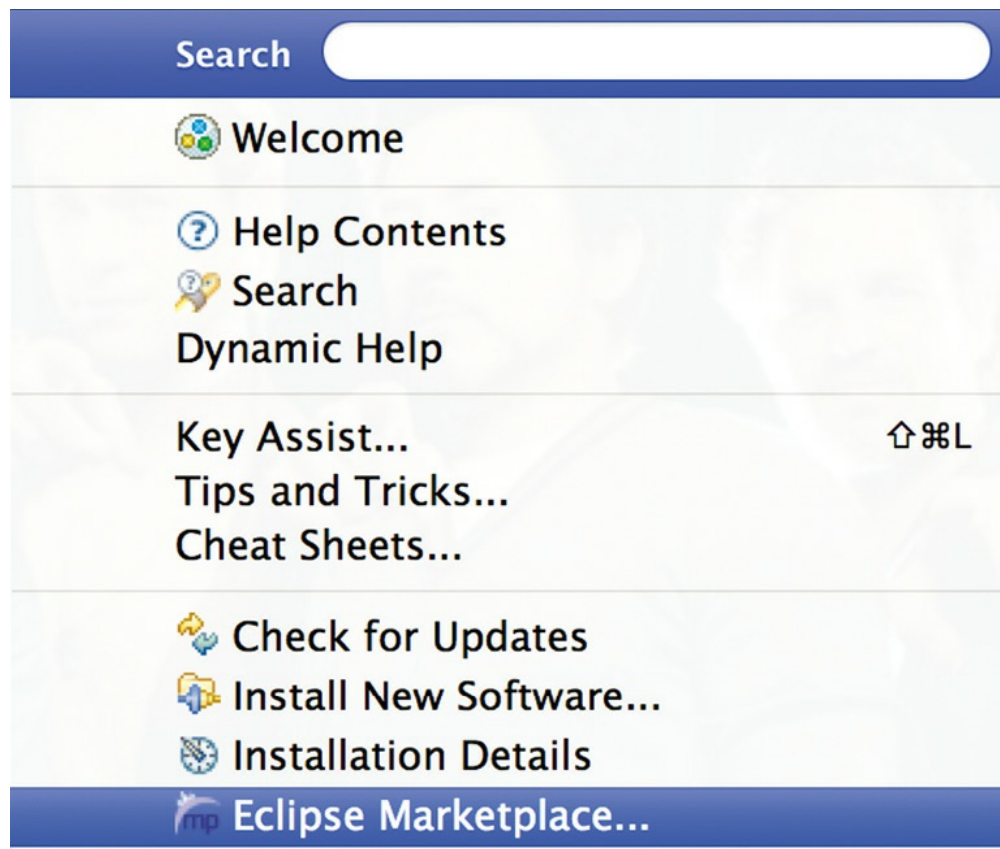

图12.1 你可以在Eclipse Marketplace中找到EV3插件
**4.** 单击“Help ”（帮助），找到“Eclipse Marketplace”，如图12.1所示。